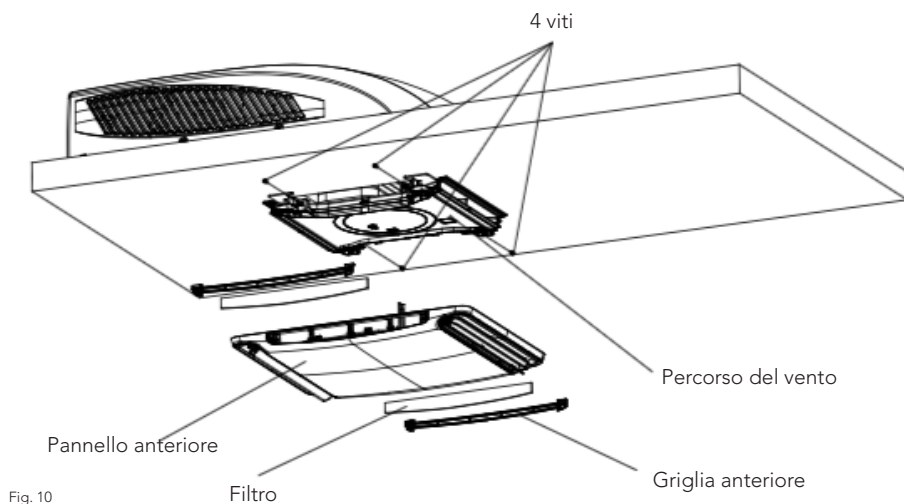

Fig. 10
2. Fissare la griglia del tetto al percorso dell'aria del gruppo per il soffitto utilizzando 4 viti (Vedere Fig. 10).